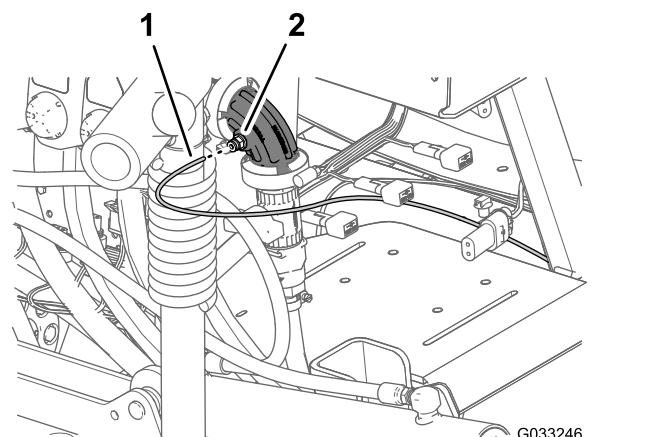
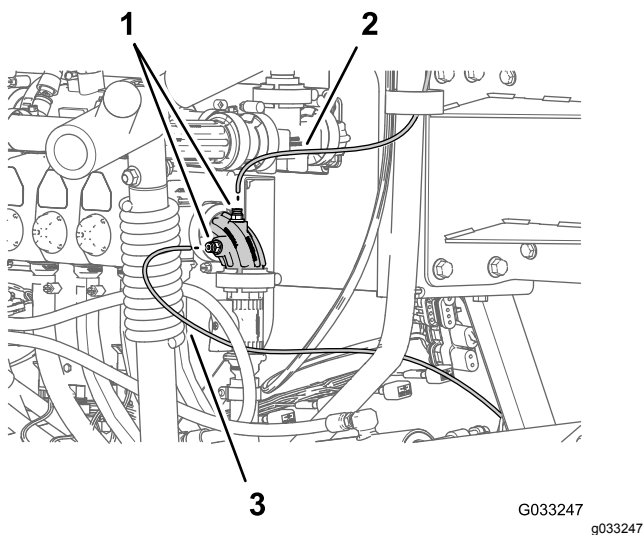

图 146
图 147
1. 将仪表板内压力计压力传感管塑料的末端与管子连接器的锁环对齐图 146和图 147。
2. 将传感管插入锁环直至管子完全入位图 146 和图 147。